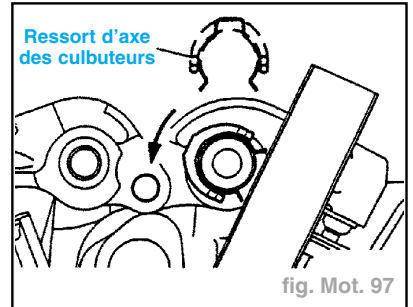

fig. Mot. 97
- Mettre le ressort d'axe de culbuteurs en place par le haut et le faire ensuite tourner pour l'amener à la perpendiculaire du guide de bougie (fig. Mot. 97).